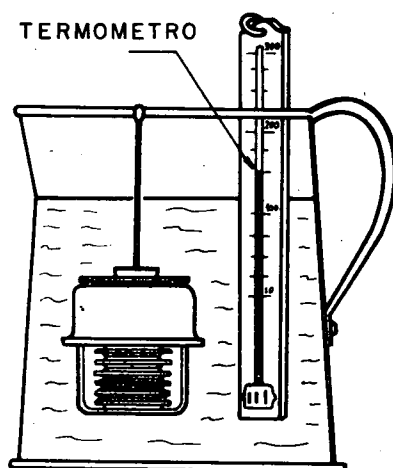

Fig. 1
- ___c Controle a abertura e o fechamento da válvula (fig. 1) de acordo com as temperaturas especificadas pelo fabricante.